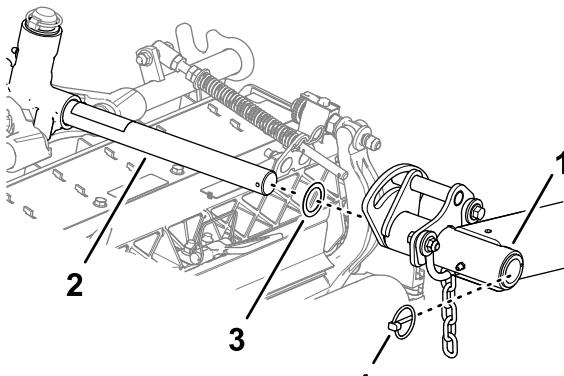

Bild 30
- Schieben Sie ein Mähwerk unter den Hubarm (Bild 30).